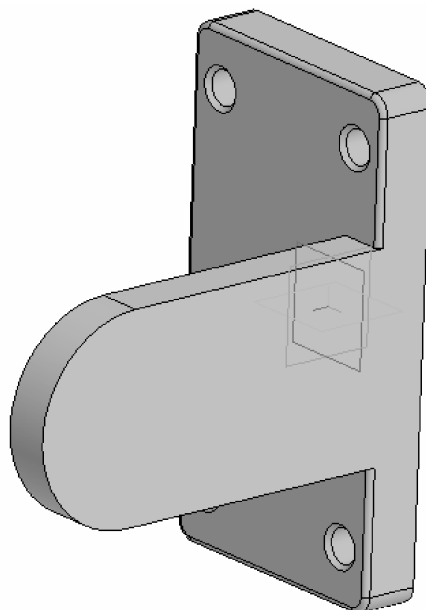

Рис. 2.8. Результат выполнения операции «Элемент выдавливания»
4. С помощью команды «Элемент выдавливания» выдавите эскиз в *обратном направлении* (щелкнуть по кнопке на панели параметров ) на расстояние **24 мм**. Результат представлен на рис. 2.8.